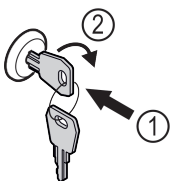

Fig. 143
- ▶ Πιέστε μέσα το κλειδί Fig. 143 (1).
- ▶ Περιστρέψτε το κλειδί 90° δεξιόστροφα Fig. 143 (2).